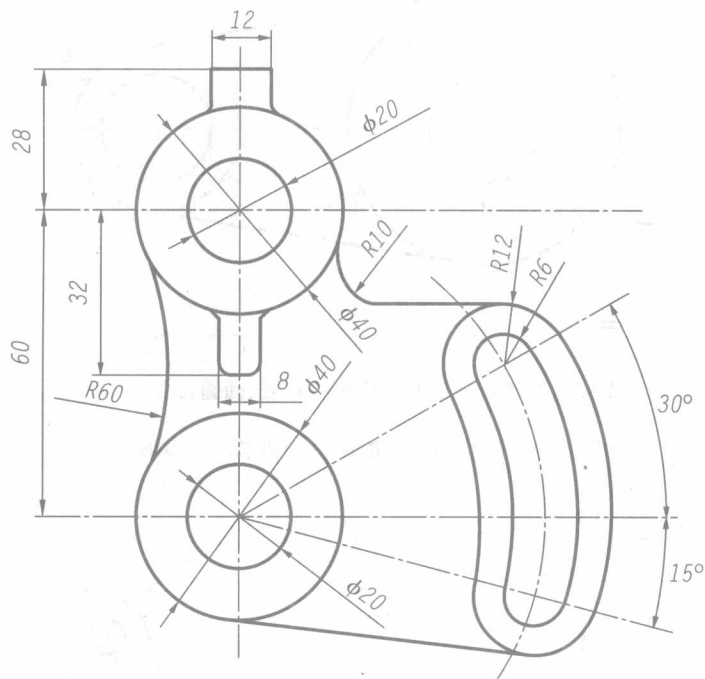

图 2-7 利用样板图基本设置和直线、圆、偏移、修剪等命令绘制
7. 利用样板图绘制如图 2-7 所示的图形(本图涉及的命令有:直线、画圆、偏移、修剪等)。